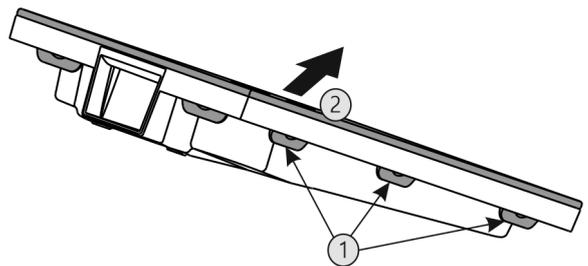

Fig. 39
- ▶ Alle Laschen *Fig. 39 (1)* nacheinander drücken und die Abdeckung *Fig. 39 (2)* entnehmen.